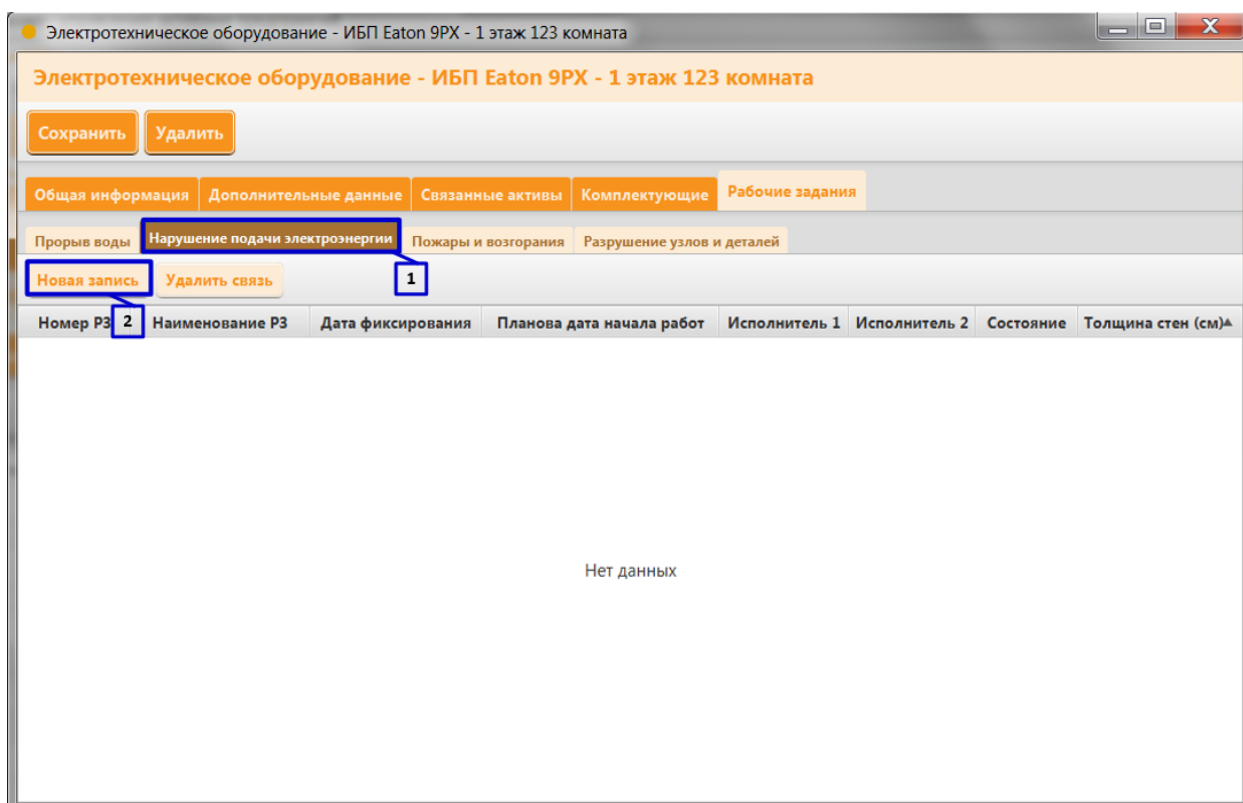

Рисунок 35. Создание рабочего задания в карточке актива (Часть 1)
1. Выберите вкладку с необходимой классификацией инцидента (Рисунок 35 пункт 1);
2. Нажмите клавишу «Новая запись» (Рисунок 35 пункт 2);